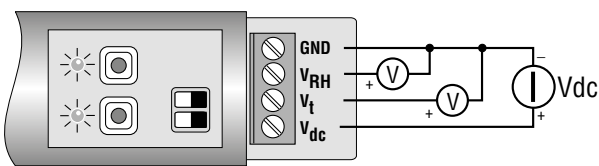
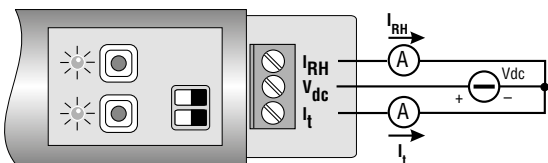

Fig. 5
Fig. 6
2. Conectar los hilos para alimentar el instrumento como mostrado en los esquemas de conexión de la fig. 5 (HD9008TRR) y fig.6 (HD9009TRR).